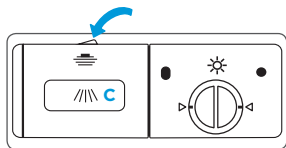

Fig. 1
1. Pressione a trava para liberar a tampa do compartimento de detergente (Fig. 1).